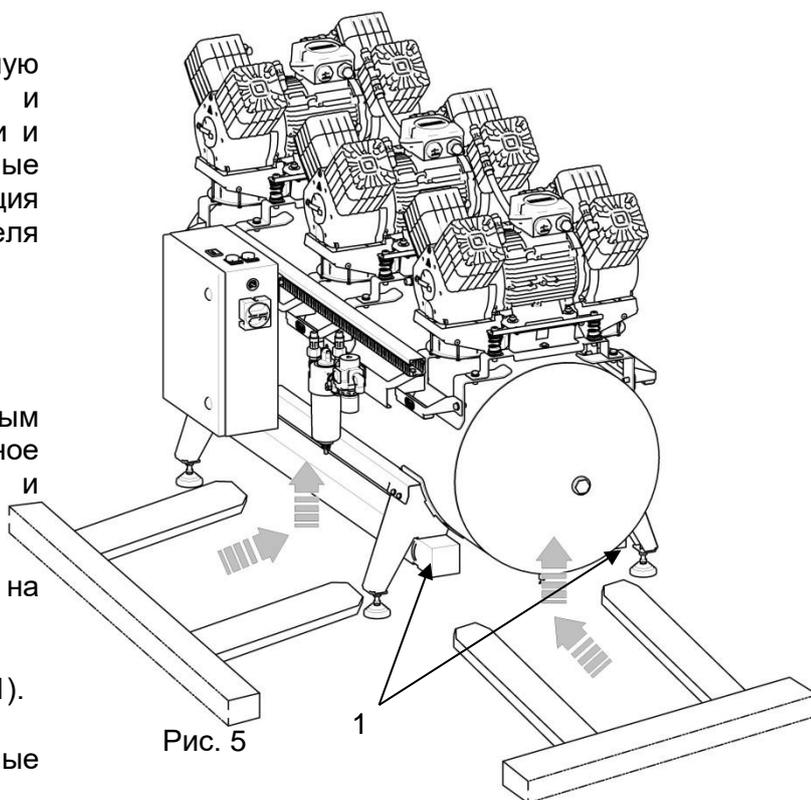

Рис. 5
- Разместите модуль компрессора на месте установки (рис. 5).
- Демонтируйте транспортную балку (1).